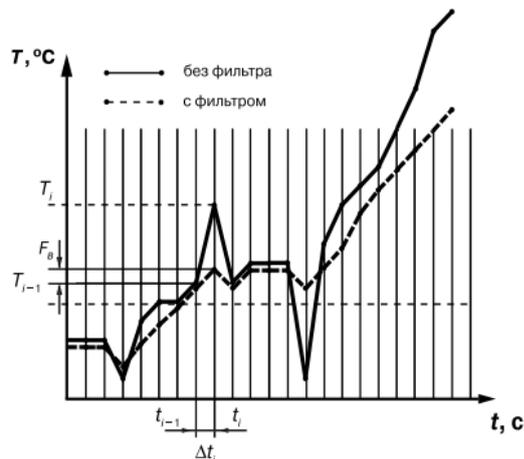

Рис. 3
3.2.4.2. Во-первых, фильтр устраняет сильные единичные помехи (рис. 3).
Если измеренное значение T_i отличается от предыдущего T_{i-1} на величину, большую, чем значение параметра F_a (заданная «полоса фильтра»), то прибор присваивает ему значение равное $T_{i-1} + F_a$ (рис. 3). Таким образом характеристика сглаживается.
Как видно из рис. 3, малая ширина полосы фильтра приводит к замедлению реакции прибора на быстрое изменение входной величины. Поэтому при низком уровне помех или при работе с быстроменяющимися процессами рекомендуется увеличить значение полосы фильтра или отключить действие этого параметра. При работе в условиях сильных помех для устранения их влияния на работу прибора необходимо уменьшить значение в параметре «полоса фильтра».